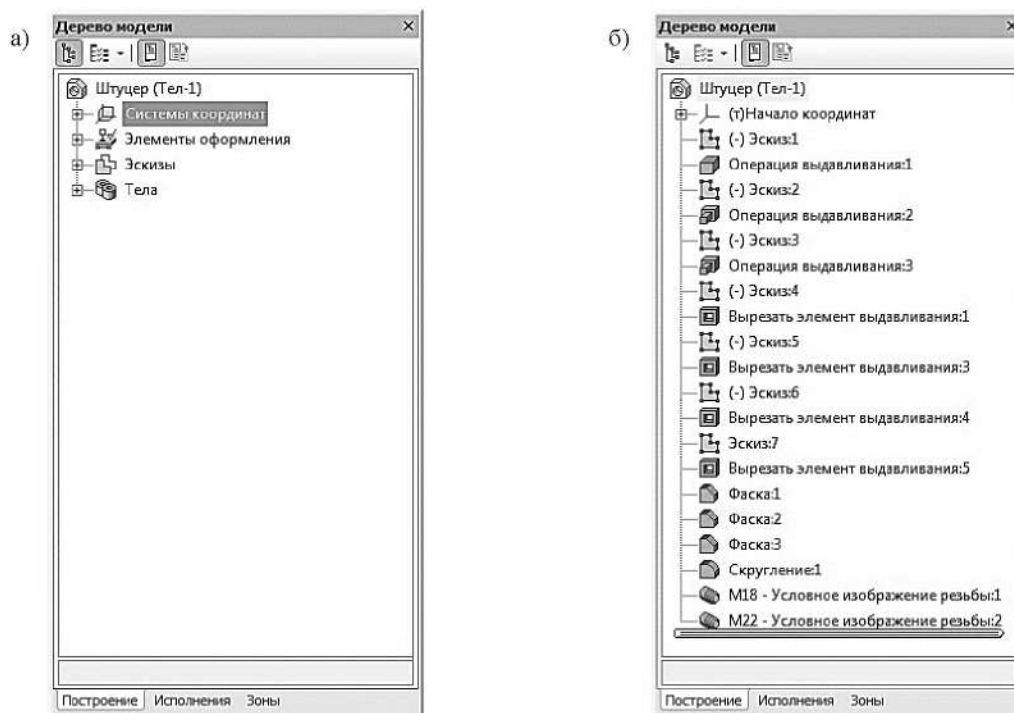

Рисунок 1.17. Дерево модели с различными способами представления информации
1. структуру модели (рисунок 1.17, а), когда объекты группируются по типам, образуя разделы, внутри которых они располагаются в порядке их создания;
2. последовательность построения модели (рисунок 1.17, б), когда объекты модели группируются не по разделам, а показываются просто в порядке создания;